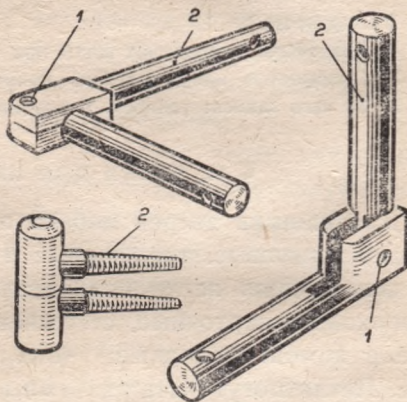
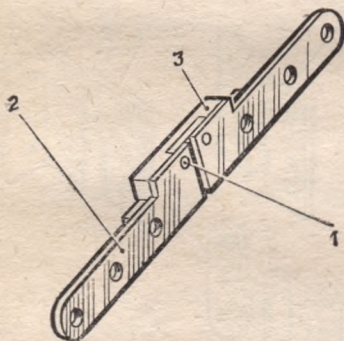
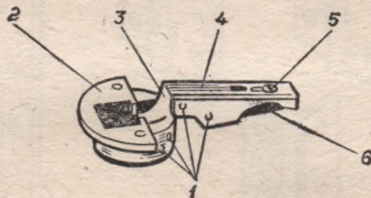

Рис. 93. Одношарнирные стержневые петли:
Рис. 94. Двухшарнирная ломберная петля:
Рис. 95. Комбинированная четырехшарнирная петля:
92) также устроены очень просто: две прямые или угловые пластины соединены осью. *Стержневые петли* (рис. 93) состоят из стержней. Стержни бывают гладкими с отверстием под винт или с резьбой, могут иметь одинаковые или разные по форме головки. *Ломберные петли* (рис. 94) имеют угловые пластины, соединенные серьгой с осями. *Комбинированные четырехшарнирные петли* (рис. 95) состоят из круглой чаши и прямоугольного корпуса с винтом и планкой. Прямоугольный корпус соединен с чашей двумя серьгами с помощью осей.